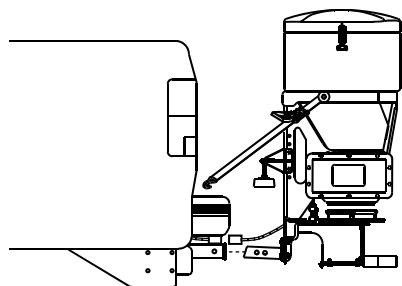

图 18
2. 将撒布机的挂钩滑入车辆的接收器挂钩并将撒布机挂钩上的第二个孔与车辆挂钩上的孔对齐 图 18。